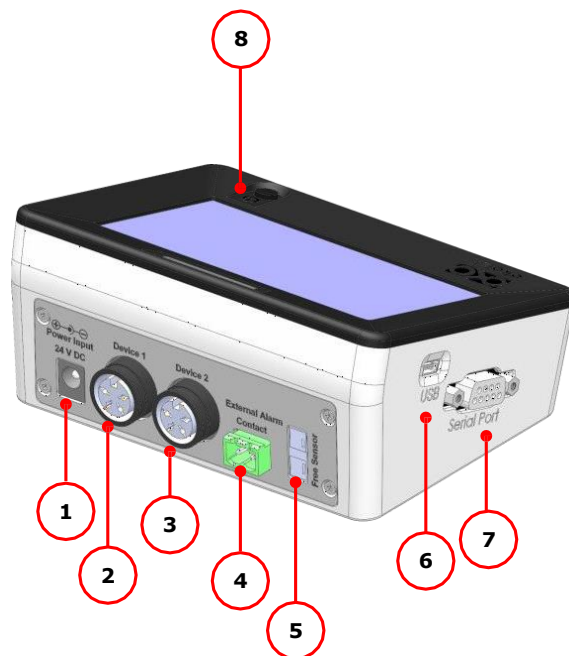
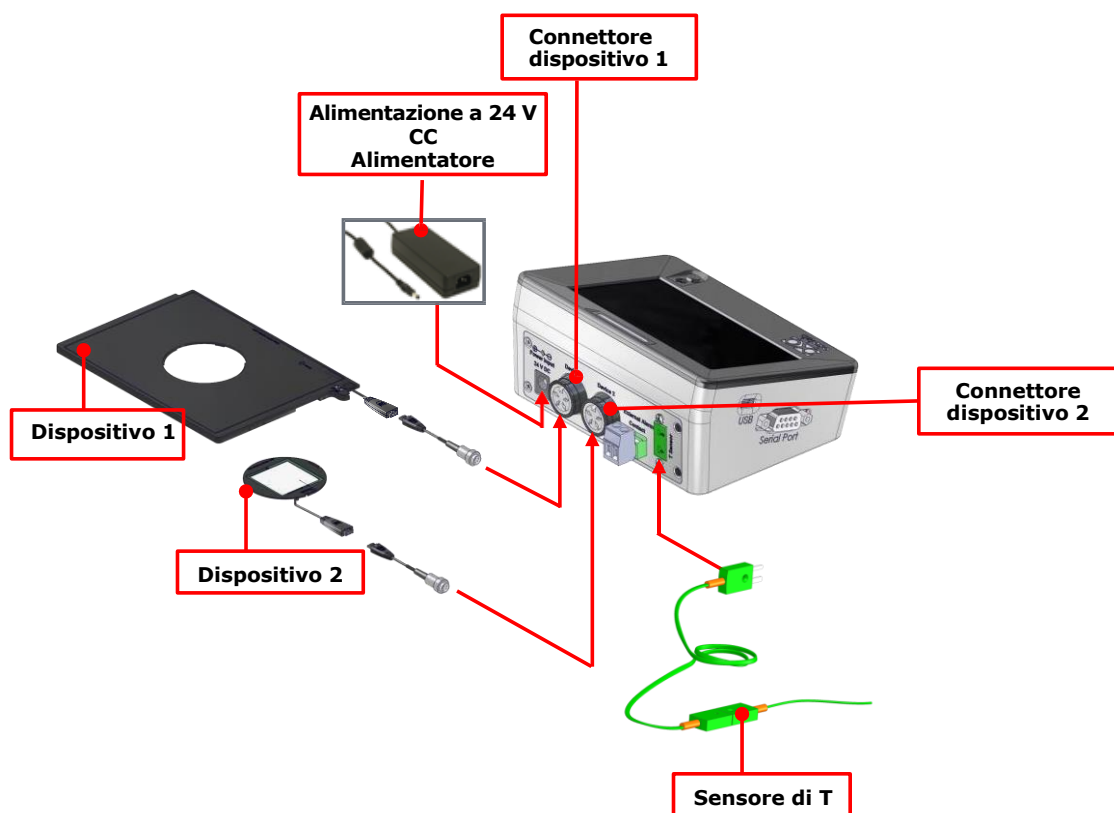

Figura 3. H401-T-CONTROLLER – Descrizione dell'equipaggiamento.
Figura 4. Collegamento dei dispositivi di riscaldamento
Una descrizione dettagliata dell'H401-T-CONTROLLER è fornita nell'elenco seguente, che si riferisce ai puntatori nella Figura 3:
- 1 Collegare un dispositivo di riscaldamento al connettore del dispositivo 1 sul pannello posteriore di H401-T-CONTROLLER (vedere la Figura 4 e il puntatore 2 nella Figura 3).
- 2 Collegare l'altro dispositivo di riscaldamento (se disponibile) al connettore Device 2 sul pannello posteriore dell'H401-T-CONTROLLER (vedere la Figura 4 e il puntatore 3 nella Figura 3).
- 3 Collegare il sensore di Temperatura al connettore del sensore di Temperatura sul pannello posteriore dell'H401-T-CONTROLLER (vedere la Figura 4 e il puntatore 5 della Figura 3).
- 4 Collegare l'alimentatore all'ingresso di alimentazione (vedere la Figura 4).
Non collegare l'alimentazione CA al dispositivo prima di aver completato tutti i collegamenti compreso il collegamento del cavo di alimentazione CC al pannello posteriore dell'H401-T-CONTROLLER come mostrato nella Figura 4